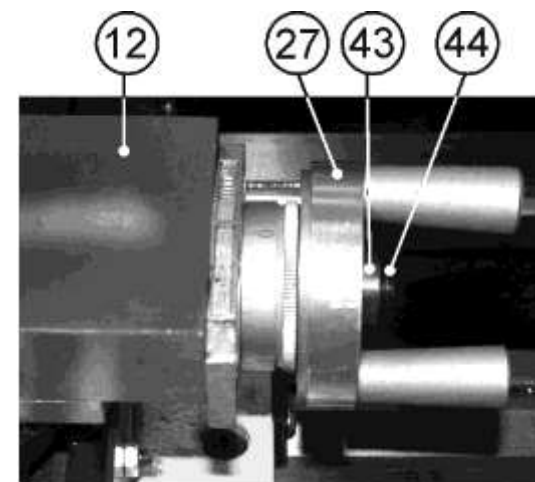

Рис. 7
**9.4. Регулировка перемещения ходовых винтов суппортов (Рис. 7, 8)**
9.4.1. Для регулировки перемещения ходового винта поворотного суппорта (12) ослабьте фиксацию гайки (43) поворотом винта (44) против часовой стрелки. Вращая гайку (43) по часовой стрелке, выберите люфт. Вращение маховика подачи поворотного суппорта (27) должно быть свободным и плавным. Поворотом против часовой стрелки винта (44) зафиксируйте положение гайки (43), Рис.7.